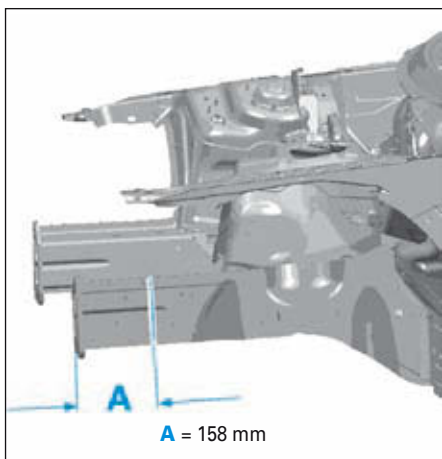
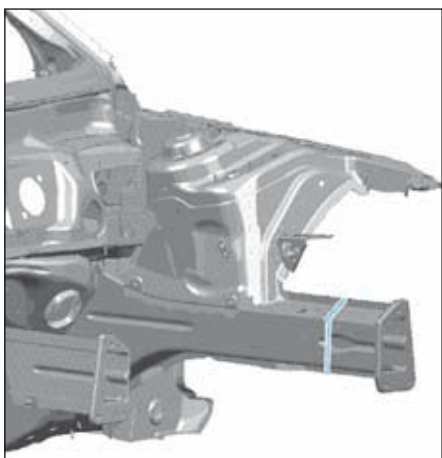

FIG.9
FIG.10
• Découper le longeron avant comme illustré (Fig.9) et (Fig.10).